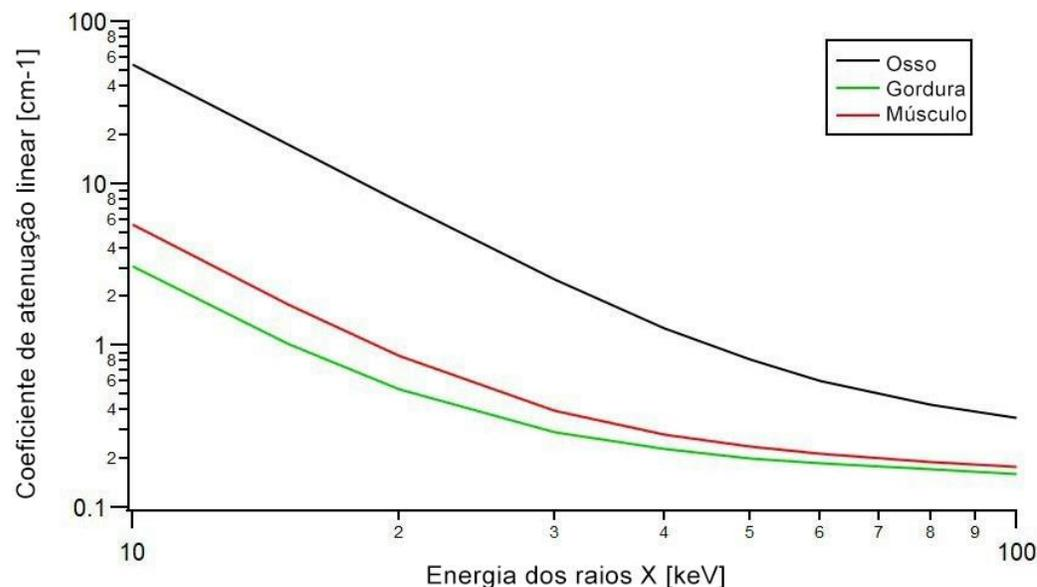

Fig. 13 – Fração de espalhamento de feixes de raios X para diferentes campos de visão e para três espessuras de tecido de pacientes.
- A quantidade de espalhamento detectada em uma imagem é caracterizada pela razão energia espalhada/energia do feixe primário (SPR) ou **fração de espalhamento (FE)**, expressa em porcentagem.
- Para uma irradiação abdominal típica de $30 \times 30 \text{ cm}^2$ em um paciente com 25-cm em um paciente com 25 cm de espessura, a FE é de cerca de 80% (Fig. 13).